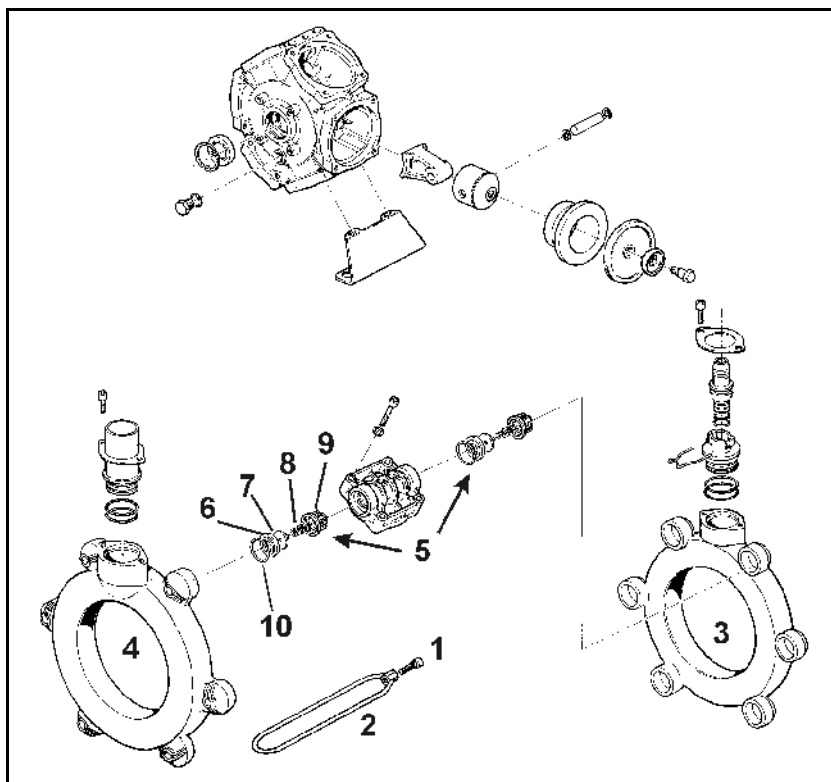

Fig. 148
1. Con bomba detenida y en posición horizontal debe ser visible el nivel de **aceite en la marcación de la toma de carga de aceite** (Fig. 148/1).
2. Quitar la tapa (Fig. 148/2) y agregar aceite si el nivel no es visible en la marcación (Fig. 148/1).
2. Quitar la tapa (Fig. 148/2).
5. Girar el eje de accionamiento. alternativamente hacia la derecha y hacia la izquierda y llenar lentamente con aceite nuevo. La cantidad correcta de aceite ha sido alcanzada cuando el aceite sea visible en la mirilla de control (Fig. 148/1).
- ¡Antes de extraer las válvulas observar la correspondiente posición de montaje (Fig. 148/5).
- Durante el ensamblado, prestar atención a que la guía de válvula (Fig. 148/9) no sea dañada. Daños pueden causar el bloqueo de las válvulas.
- Es imprescindible apretar los tornillos en forma cruzada con el par de apriete indicado. Apriete inadecuado de los tornillos causa tensiones y por lo tanto falta de estanqueidad (Fig. 148/1).
2. Aflojar los tornillos (Fig. 148/1) y quitar el estribo de sujeción (Fig. 148/2).
3. Quitar tubo de aspiración y de presión (Fig. 148/3 und Fig. 148/4).
4. Extraer los grupos de válvulas (Fig. 148/5).
5. Compruebe el asiento de válvula (Fig. 148/6), válvula (Fig. 148/7), resorte de válvula (Fig. 148/8) y guía de válvula (Fig. 148/9) a daños o desgaste.
6. Quitar la junta toroidal (Fig. 148/10).
8. Montar los grupos de válvulas (Fig. 148/5) después de la comprobación y limpieza.
9. Colocar nuevos anillos toroidales (Fig. 148/10).
10. Abridar el de aspiración - (Fig. 148/3) y el tubo de presión (Fig. 148/4) a la carcasa de la bomba y montar el estribo de sujeción (Fig. 148/2).
11. Apretar los tornillos (Fig. 148/1) en forma cruzada con un par de apriete de **11 Nm**.